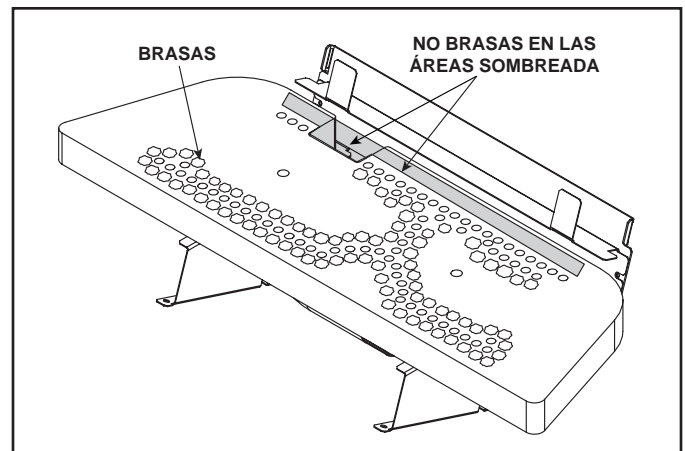

Figura 14.2 Colocación de las brasas
- Las brasas solamente pueden ser colocadas en las áreas que se muestran en la Figura 14.2.